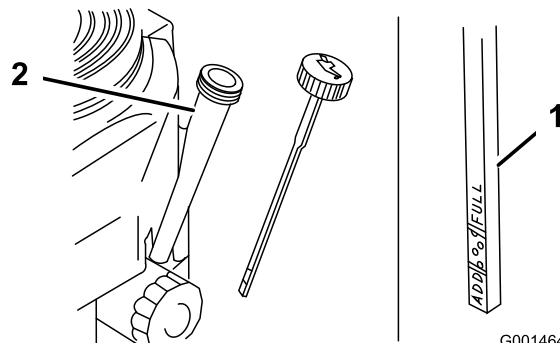

Figura 32
- Pulite attorno all'asta di livello (Figura 32) in modo che la morchia non possa penetrare nel foro di rifornimento e danneggiare il motore.
- Svitare l'asta di livello dell'olio e pulitene l'estremità (Figura 32).
- Inserite a fondo l'asta di livello nel tubo di rifornimento, senza avvitarla (Figura 32).
8. Versate lentamente nel tubo di rifornimento (Figura 32) l'80% circa dell'olio indicato.